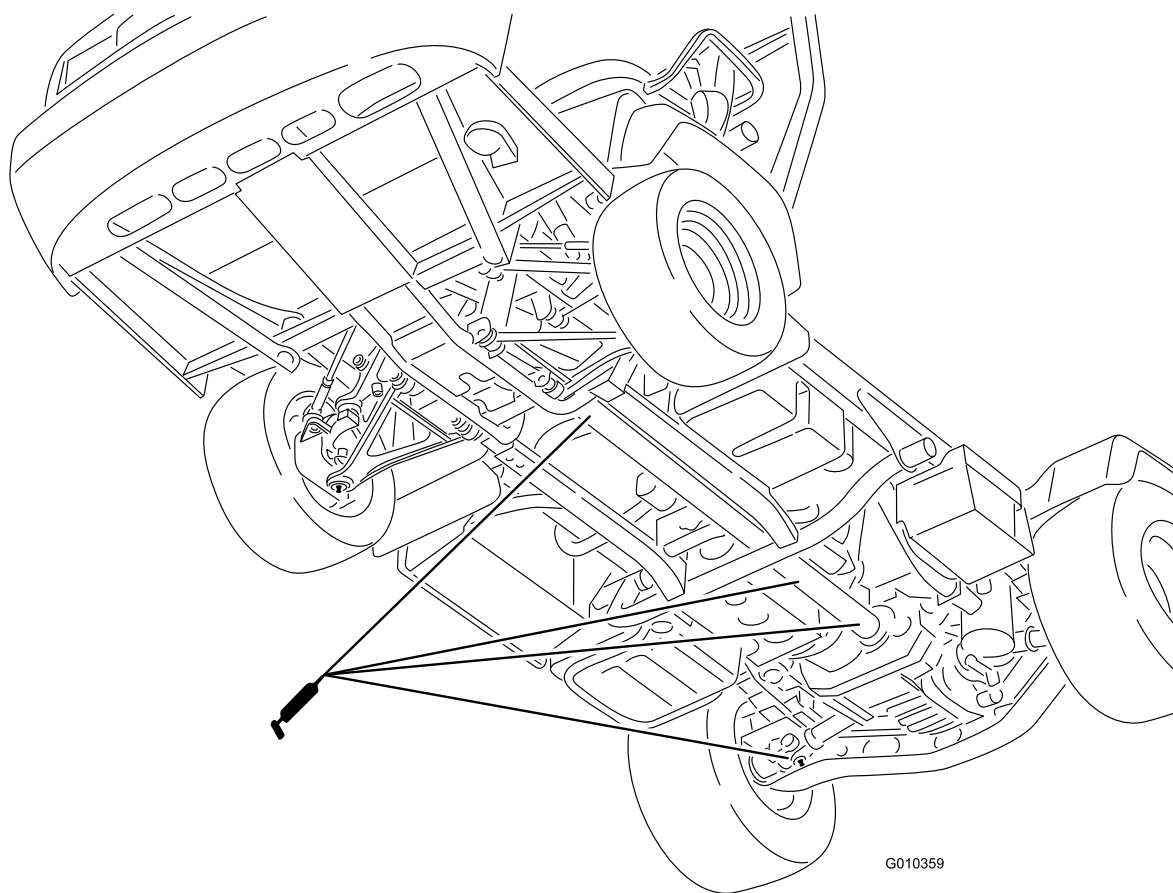

Figura 39
- Articulación en U (18) y árbol de la transmisión a 4 ruedas (3) (Figura 39)